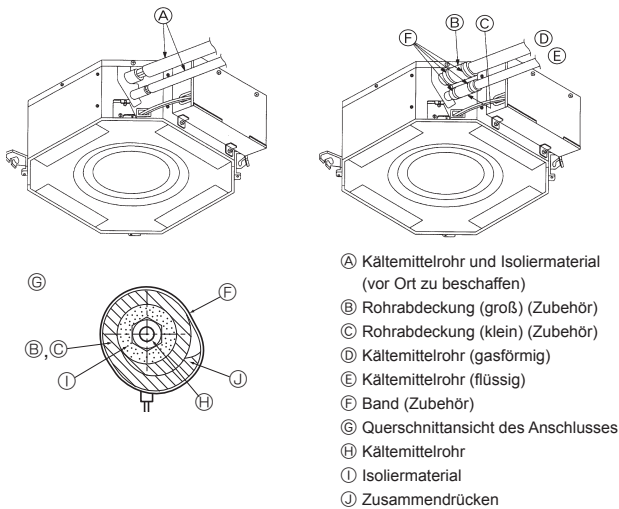

Fig. 5-8
5.4. Rohrleitungsanschluss (Fig. 5-8)